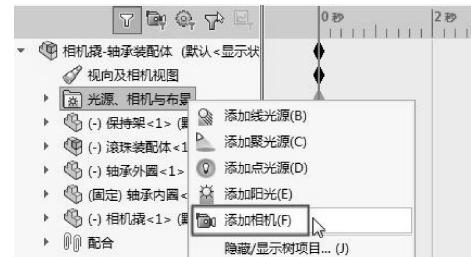

图8-23 添加相机
- 10 在软件窗口底部单击【运动算例1】，展开运动算例界面窗口。然后在MotionManager设计树中右键单击光源、相机与布景，在弹出的快捷菜单中选择【添加相机】命令，如图8-23所示。